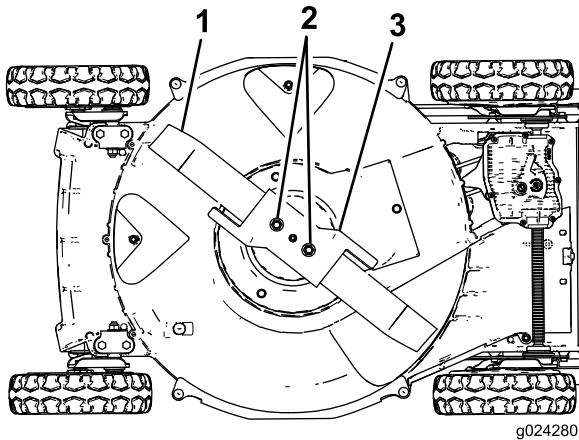

Figura 27
5. Incline a máquina sobre o lado **direito** (filtro do ar voltado para cima), tal como se ilustra na Figura 27.